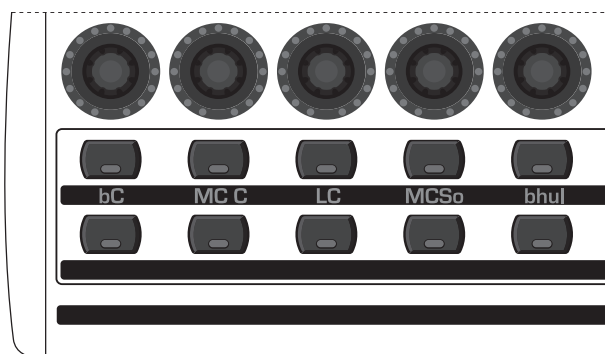

Fig. 4.10: Botões de modo de emulação
1. Prima e mantenha pressionado o botão do modo desejado (fig. 4.10).